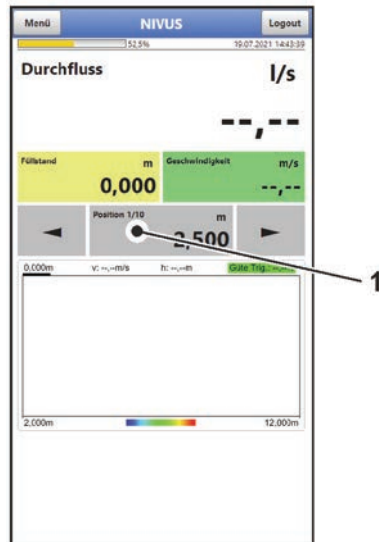

Abb. 22-1 Starten der Messung
2. Erste/n Messpunkt/-vertikale im Display (Starttaste, Abb. 22-1 Pos. 1) ablesen und im Gewässer aufsuchen. Bei korrekter Parametrierung schlägt das Messumformer die jeweiligen Messpunkte für die Netzmessung vor.
4. Starttaste (Abb. 22-1 Pos. 1) am Anzeige- und Bedienmodul berühren/anklicken und das NivuFlow Stick für die Dauer der Messung nicht bewegen. Die Messdaten der Messpunkte werden automatisch an das Anzeigemodul übermittelt und angezeigt. Die Messwerte können mit einer weiteren Messung überschrieben werden, falls die erste Messung „unklar“ war.